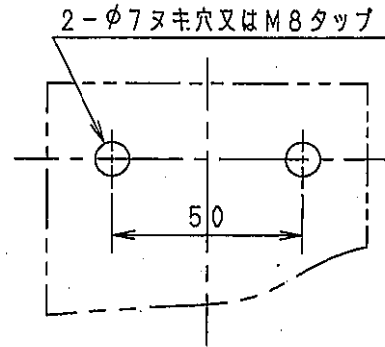

図2-2 銅バー
- ・ 銅バーの取付は、銅バーにφ9の穴加工を施し付属のネジ(表参照)で締付して下さい。インサートナット有効ネジ長12(図2-2参照)